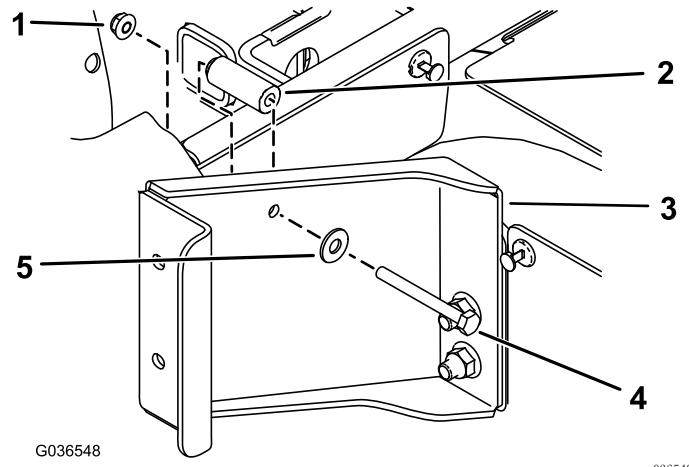

图2
C. 如图2所示,用1个六角头螺栓 ($\frac{1}{4} \times 2\frac{1}{2}$ 英寸)、1个扁平垫圈 ($5/16$ 英寸)、1个隔片 ($9/32 \times \frac{5}{8}$ 英寸)和1个凸缘螺母 ($\frac{1}{4}$ 英寸)将支架固定到后座椅底座后面。